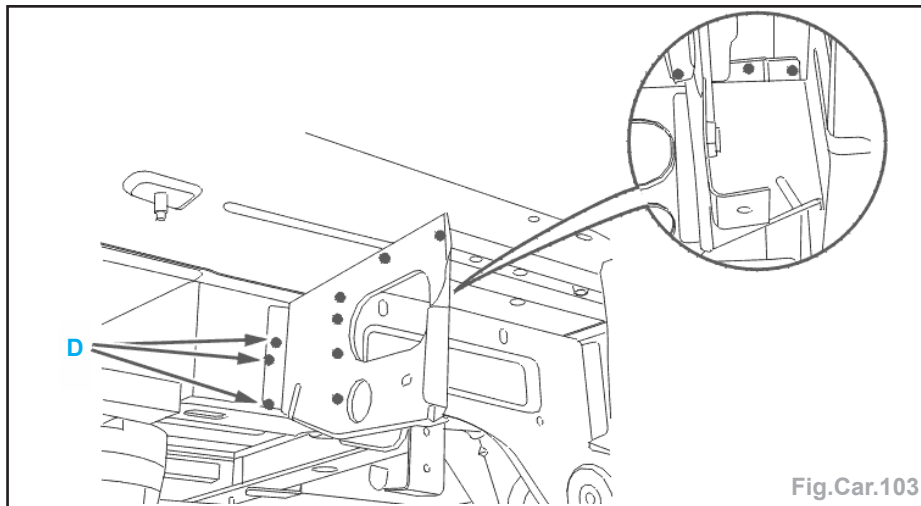

Fig.Car.103
- Souder par points électriques (Fig.Car.103).